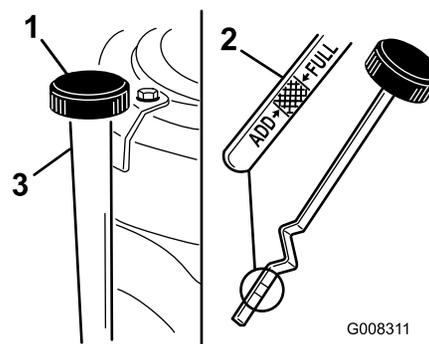

Figure 25
7. Nettoyez la surface autour de la jauge d'huile (Figure 25) pour éviter que des impuretés ne s'introduisent dans le goulot de remplissage, ce qui risquerait d'endommager le moteur.
8. Retirez la jauge d'huile et essuyez soigneusement l'extrémité métallique (Figure 25).
9. Revissez la jauge complètement dans le goulot de remplissage (Figure 25).
11. Nettoyez la surface autour du bouchon de la jauge de niveau d'huile et dévissez le bouchon (Figure 25).
12. Versez avec précaution environ 80% de l'huile moteur dans le goulot de remplissage (Figure 25) (voir Vidange de l'huile moteur et remplacement du filtre).